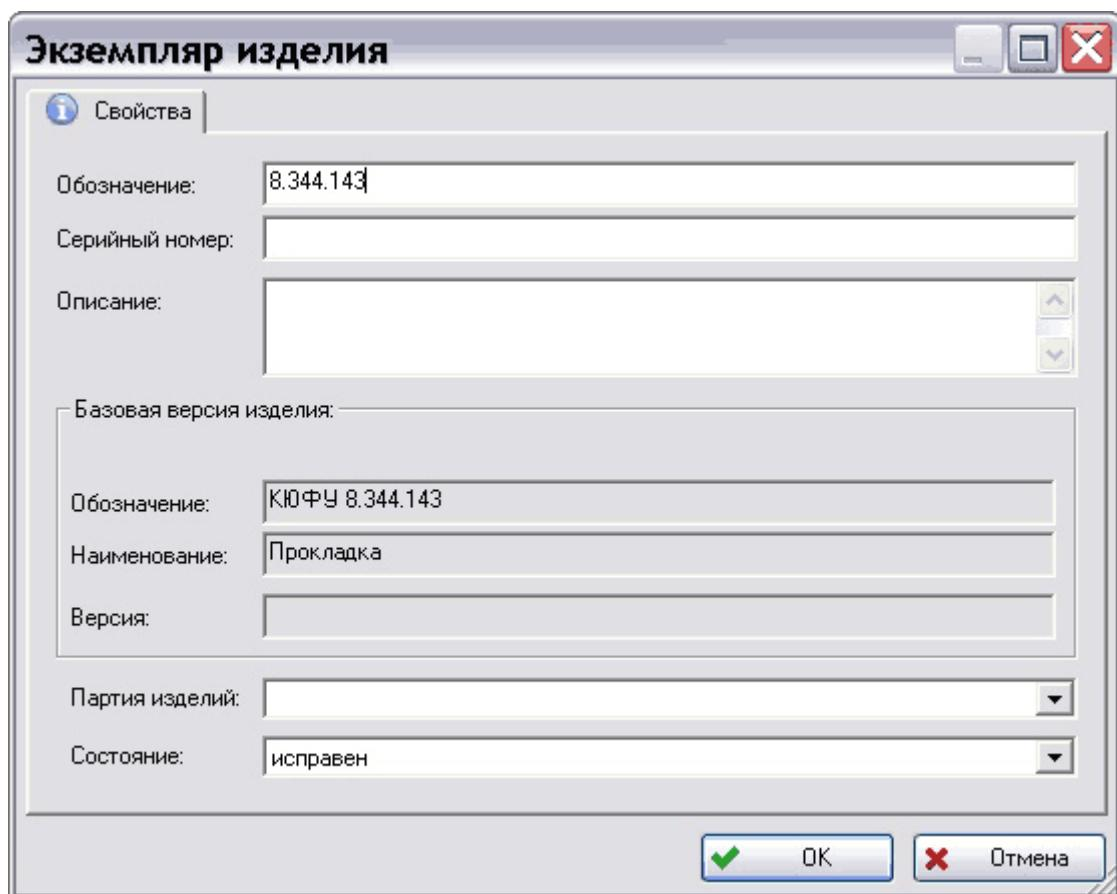

Рис. 217
3. В появившемся окне **Экземпляр изделия** введите необходимые параметры (Рис. 217).